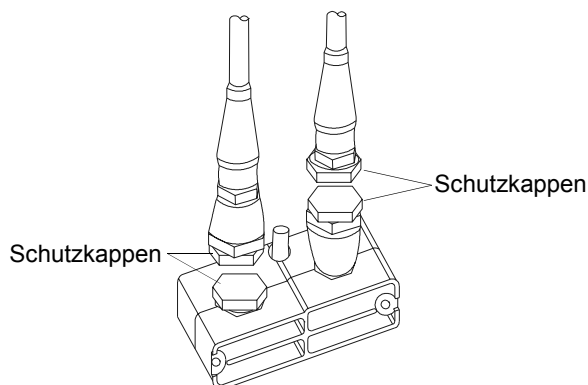

Bild 16
13. Schrauben Sie die im Lieferumfang enthaltenen Schutzkappen auf die 4 Kupplungshälften (Bild 16).